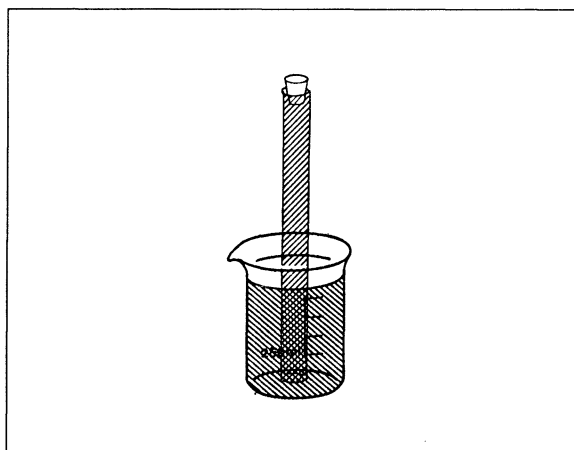

Fig. 7 ► 12.
13. Remove the paper ► Fig. 7.
16. Test the setup shown in fig. 7: